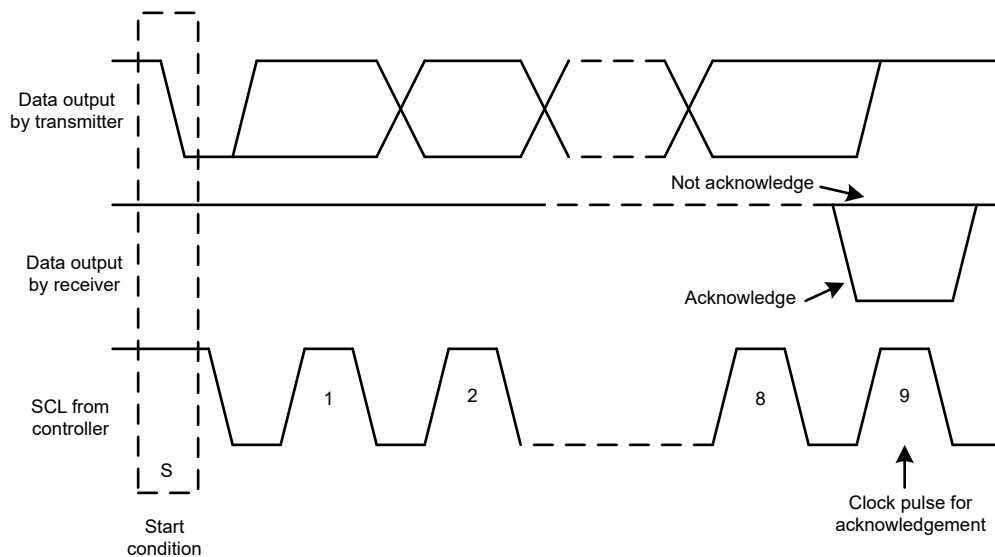

图 7-18. I²C 总线上的确认和非确认
除了特定的时序信号外，I²C 接口还使用串行字节。在每个字节结束时，第九个时钟周期产生并检测确认信号。确认是指 SDA 线在第九个时钟周期的高电平期间被拉低。非确认是指 SDA 线在第九个时钟周期的高电平期间保持高电平，如图 7-18 所示。
2. 控制器随后产生 SCL 脉冲，并在 SDA 线上发送 7 位地址和读取/写入方向位 ($R\bar{W}$)。在所有传输期间，控制器确保数据有效。有效数据条件要求 SDA 线在时钟脉冲的整个高电平期间保持稳定，如图 7-20 所示。所有器件都识别控制器发送的地址，并将其与相应内部固定地址进行比较。只有具有匹配地址的目标器件才会通过在第 9 个 SCL 周期的整个高电平期间拉低 SDA 线来生成确认，如图 7-18 所示。当控制器检测到此确认时，则表示与目标的通信链路已建立。